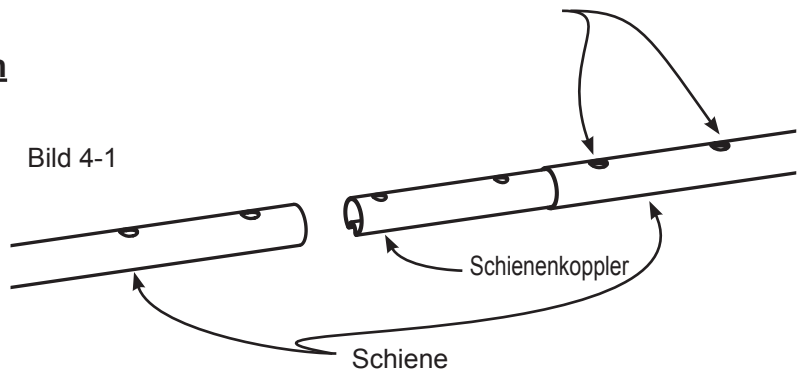

Bild 4-1
**4-1 :** Schieben Sie einen Schienenkoppler in die Schiene mit Sperrendkappe. Richten Sie die Öffnungen in der Schiene mit den Öffnungen in dem Schienenkoppler. Ziehen Sie die (2) vormontierten M6 x 15mm Innensechskantschrauben mit Hilfe eines 4mm Inbusschlüssels fest. (Lokalisierung gezeigt in Bild 4-1).